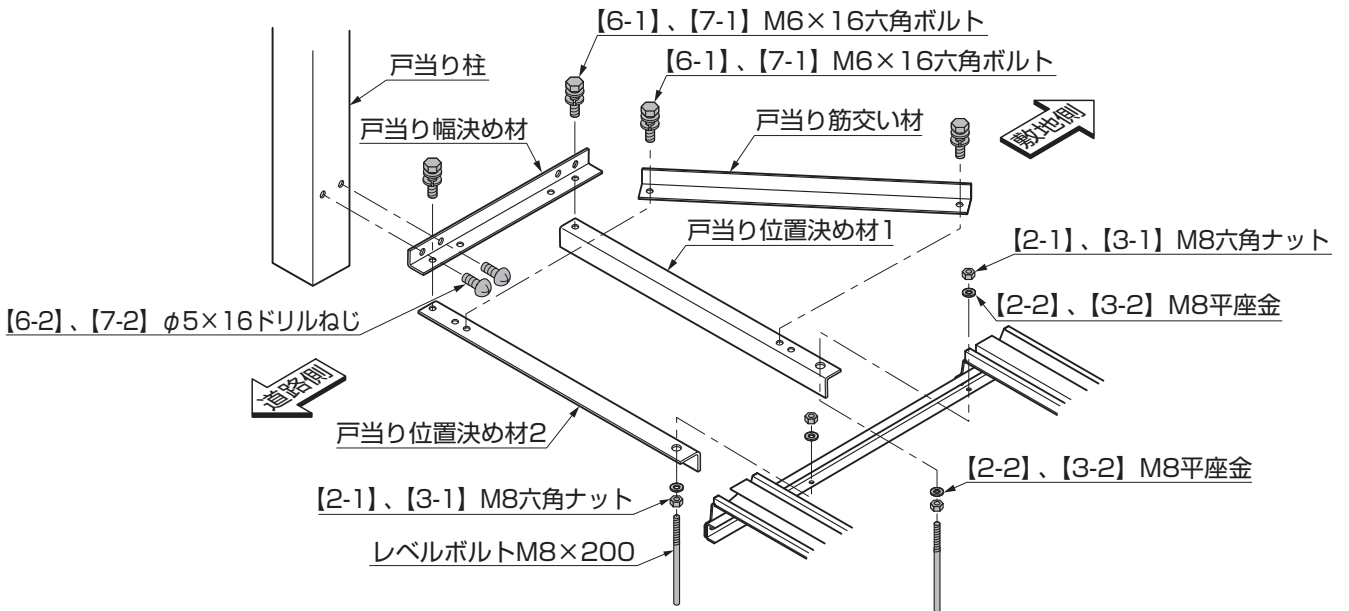
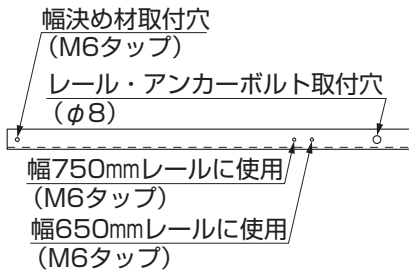
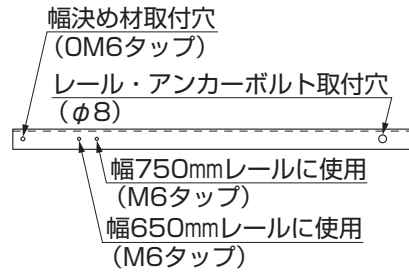
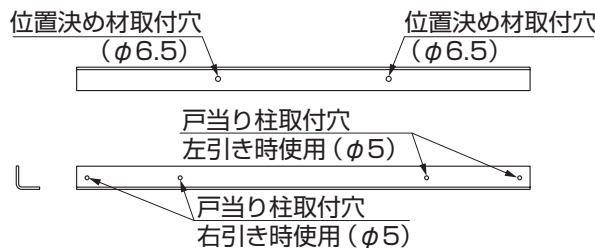

図4-6
図4-7 位置決め材1
図4-8 位置決め材2
図4-9 戸当り幅決め材
- ①片引き仕様のレール戸当り端部にレベルボルト、【2-1】（【3-1】）、【2-2】（【3-2】）で戸当り位置決め材1、戸当り位置決め材2を取付けてください。（図4-6参照）
- ②戸当り筋交い材を図4-7、図4-8を参照して戸当り位置決め材に【6-1】（【7-1】）で取付けてください。（図4-6参照）
- ③戸当り幅決め材を戸当り位置決め材に【6-1】（【7-1】）で取付けてください。（図4-6参照）
- ④戸当り柱を図4-6、図4-9を参照して、戸当り幅決め材に【6-2】（【7-2】）で取付けてください。（図4-6参照）